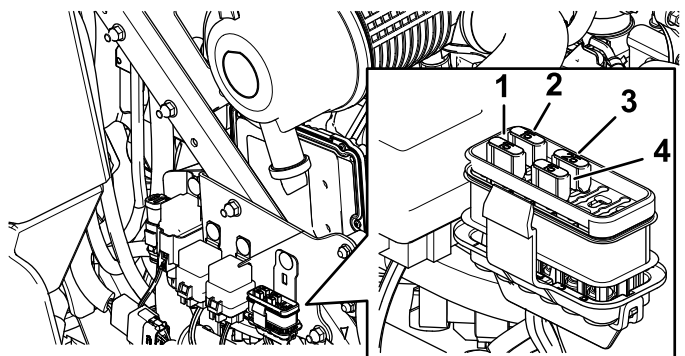

Рисунок 45
3. Установите новый предохранитель (Рисунок 45).